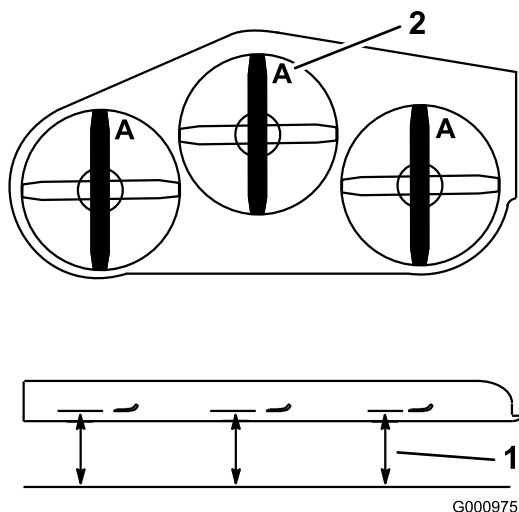

Figura 85
3. Girate le lame fino a disporle in parallelo con la lunghezza della macchina (Figura 85). Misurate da
un piano orizzontale fino al tagliente delle lame, posizione **A**, (Figura 85). Prendete nota di questa misura.